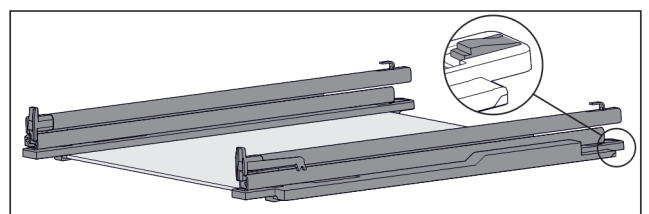

Fig. 120 Tablette en verre avec rails et pièces de retenue
- Pousser l'arrière de la pièce de retenue vers le bas (voir Fig. 120) et pousser dans le même temps le tiroir vers l'arrière.